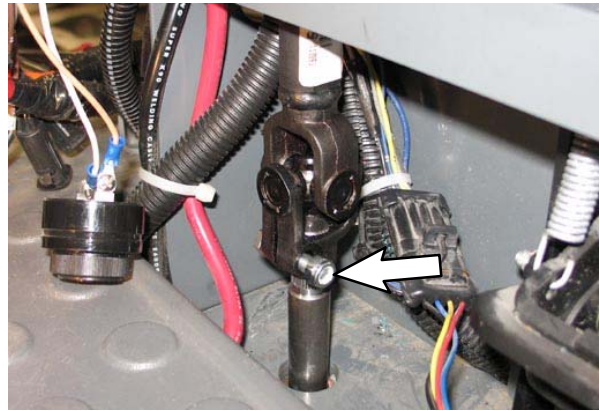

FIG. 63
26. Serrez la visserie pour fixer l'arbre de direction (1) sur l'arbre de direction inférieur. (Figure 63)